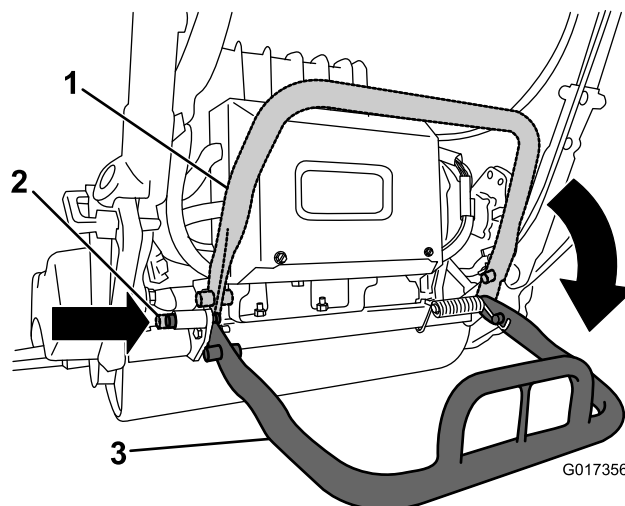

Figura 4
2. Baixe o suporte e empurre o pino de bloqueio para bloquear o suporte na posição de serviço (Figura 4). Deixe que a máquina assente sobre o apoio bloqueado.